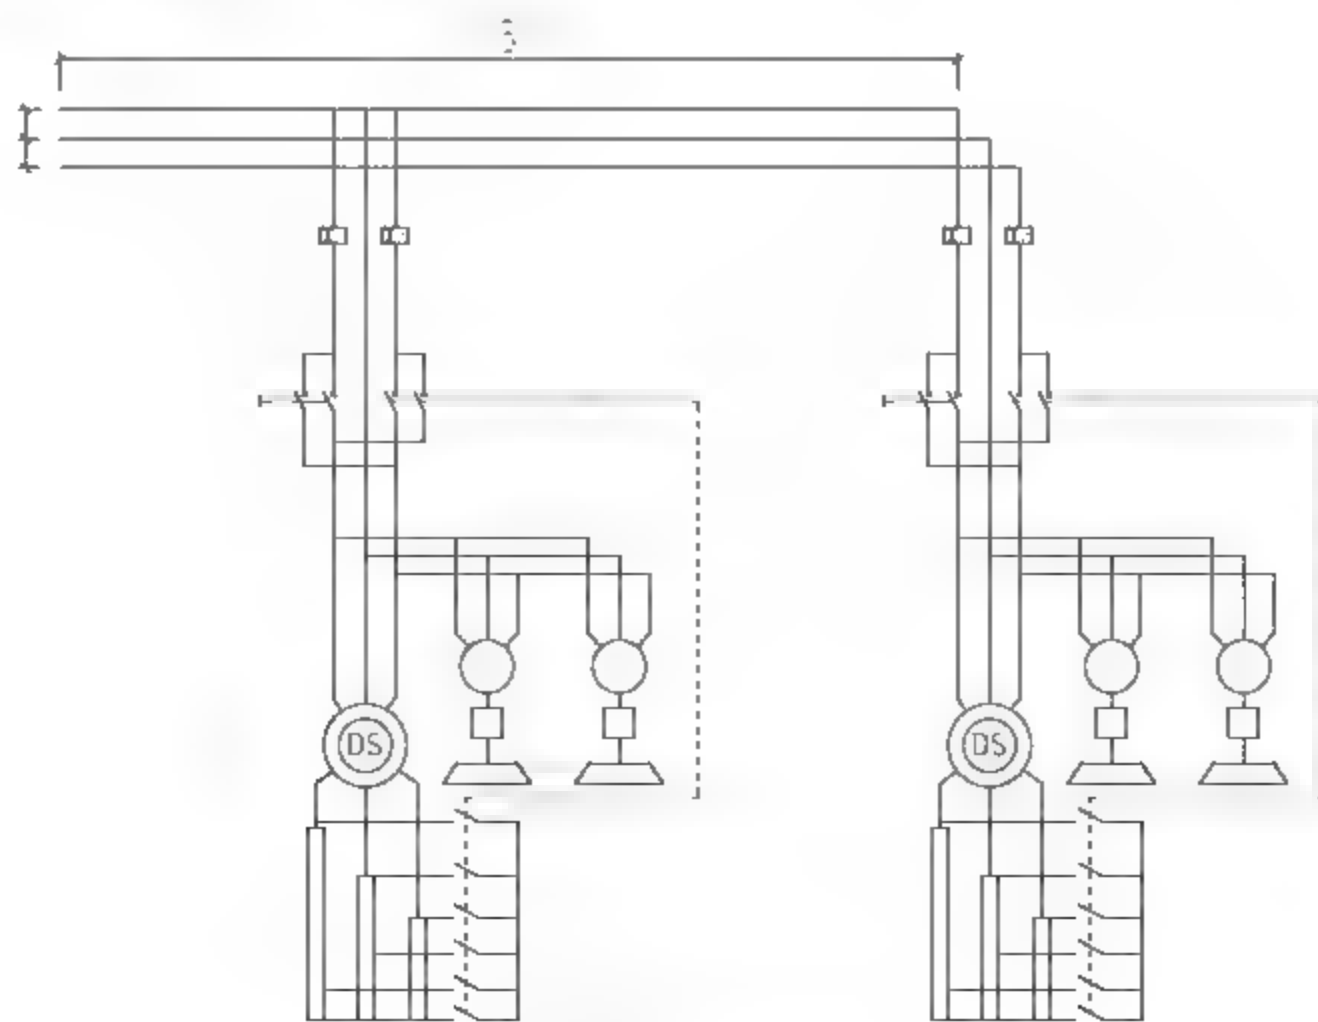

图11-17 绘制线路
**17** 调用L【直线】命令，绘制线路连接图形。调用F【圆角】命令，设置【圆角半径】为0，对线路执行圆角操作的结果如图11-17所示。